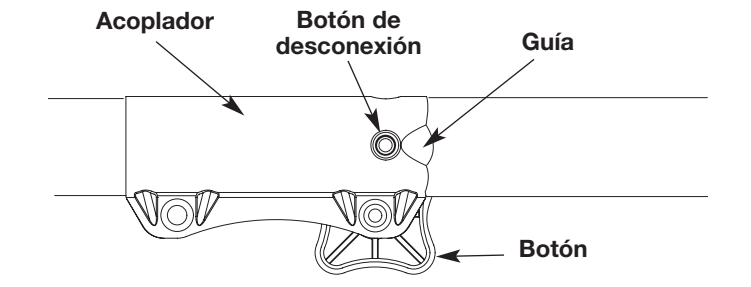

Fig. 3
NOTA: La alineación del botón de desconexión con la guía ayuda en la instalación (Fig. 3).
4. Apriete el botón girándolo hacia la derecha (Fig. 3). El accesorio deberá instalarse con el botón de desconexión en el orificio primario.
2. Oprima y sostenga oprimido el botón de liberación (Fig. 3).